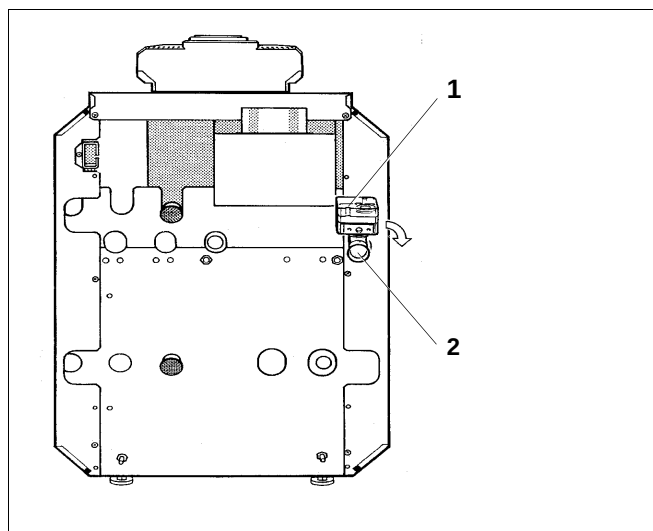

Fig. 25 Raccordement au gaz
- Le raccordement au gaz doit s'effectuer sans mise sous tension (fig. 25, **pos. 2**).
Légende pour fig. 25